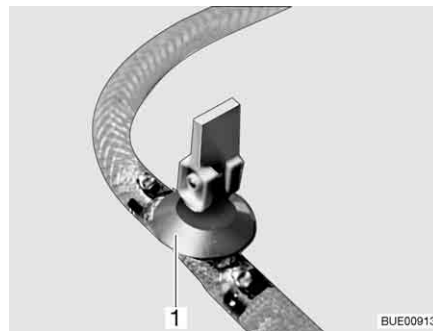

Bild 205 Ablasshahn
- Ablasshahn/Ablasshähne schließen. Dazu den Kipphebel (Bild 205,1) waagrecht stellen.
- Ablasshahn/Ablasshähne (Bild 205) öffnen. Dazu den Kippschalter (Bild 205, 1) senkrecht stellen. Der Boiler wird nach außen entleert.